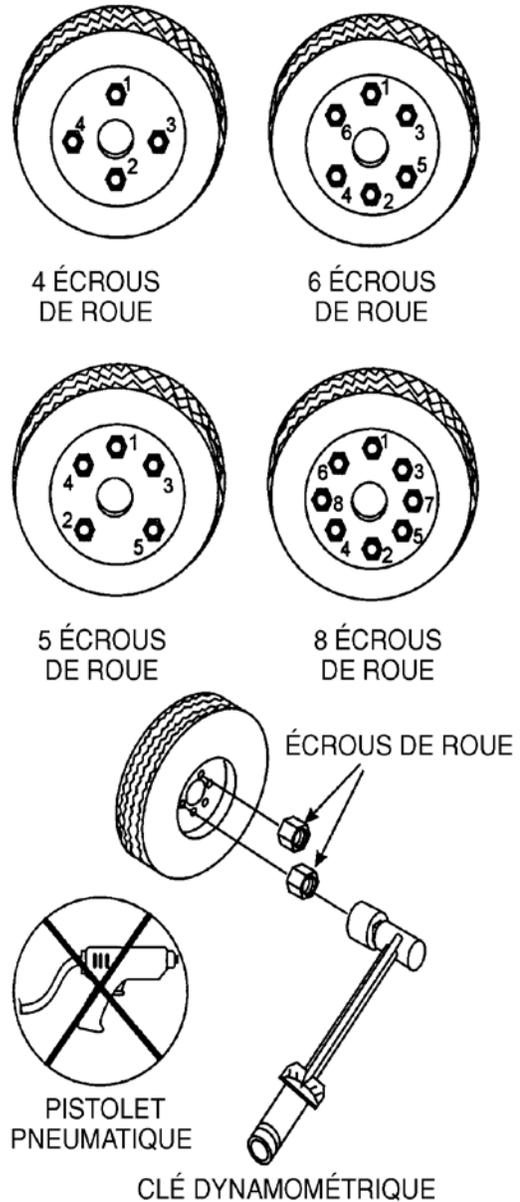

Figure 63. Séquence de serrage des écrous de roue
12. **Écrous de roue** — Utilisés pour fixer la roue sur son moyeu. Toujours utiliser une clé dynamométrique pour serrer les écrous de roue. Voir le tableau Tableau 18 et Figure 63 pour le serrage et l'ordre des écrous de roue.
2. Serrez tous les écrous de roue dans l'ordre (Figure 63). **NE PAS** serrer les écrous de la roue à fond. Serrez chaque écrou séparément en 3 passes telle que définie dans le tableau Tableau 18.